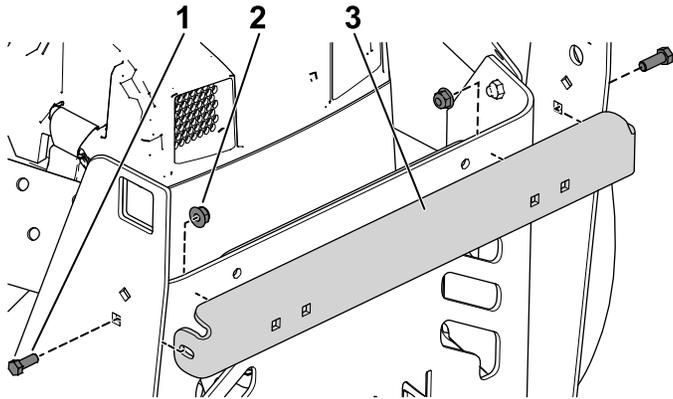

Figure 22
- Fixez le renfort transversal au support du système de ramassage gauche et droit à l'aide de 2 boulons à tête hexagonale (5/16 x 7/8 po) et écrous à embase (Figure 22)